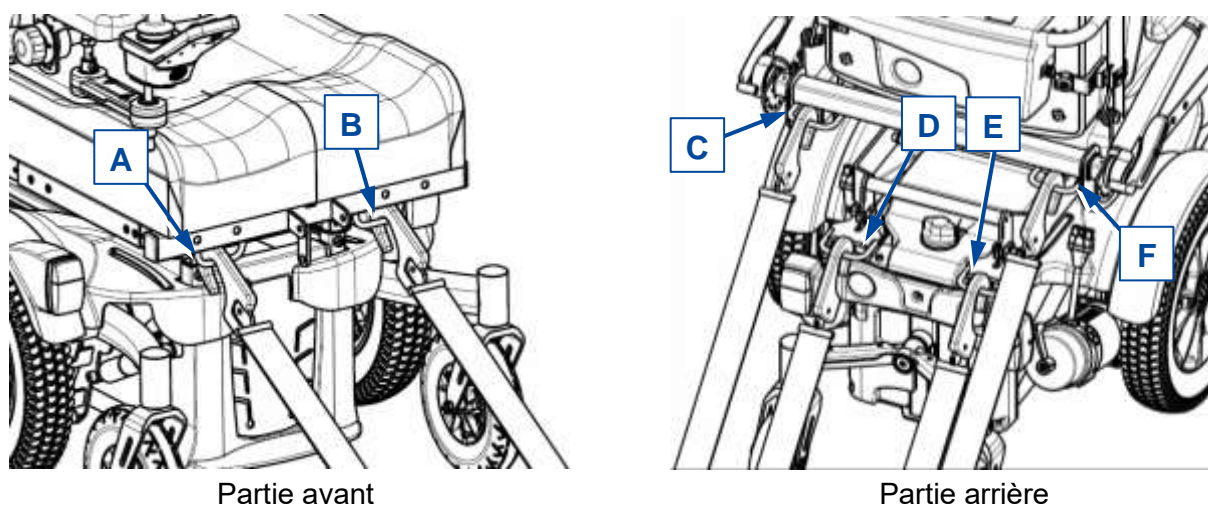

Figure 4 Points d'attache
4. Si le coffre n'est PAS séparé de l'habitacle du véhicule ou fermé, attachez correctement le fauteuil roulant dans le véhicule à l'aide du système de sangle de fixation à six points (cf. Figure 4).
10. Fixez les crochets de la sangle de fixation avant aux points d'attache (A+B) sur le fauteuil roulant en suivant les instructions du fournisseur du système de sangles, voir la Figure 4.